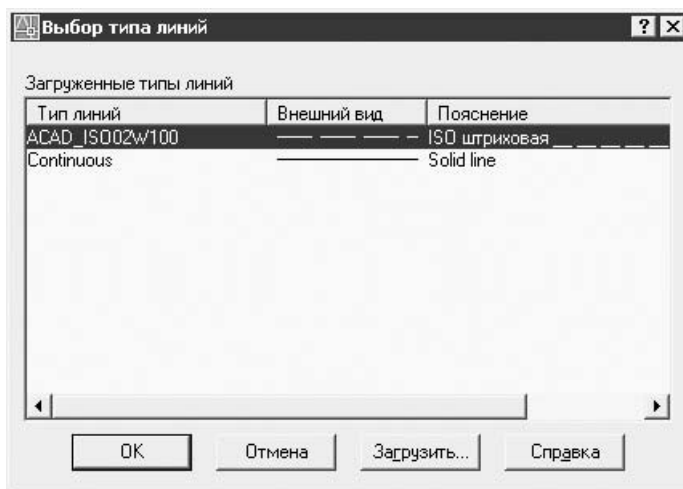

Рис. 5.8
1. Открыть окно Диспетчер свойств слоев и для всех слоев, кроме слоя Вспомогательные, установить вес линии, равный 0,6 мм. Щелкнуть кнопкой мыши на значении в столбце Вес линии и выбрать необходимую толщину в раскрывающемся списке. Подвести указатель мыши к значению в столбце Тип линии и щелкнуть кнопкой мыши — откроется окно Выбор типа линий (рис. 5.8), в котором перечислены доступные в данном чертеже типы линий.